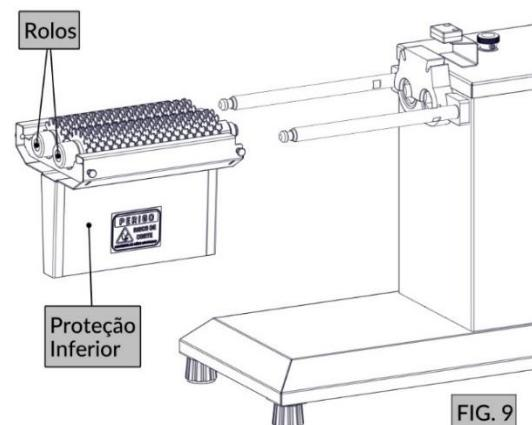

FIG. 9
- Retire a proteção inferior dos varões (FIG. 9), os rolos saem juntos;